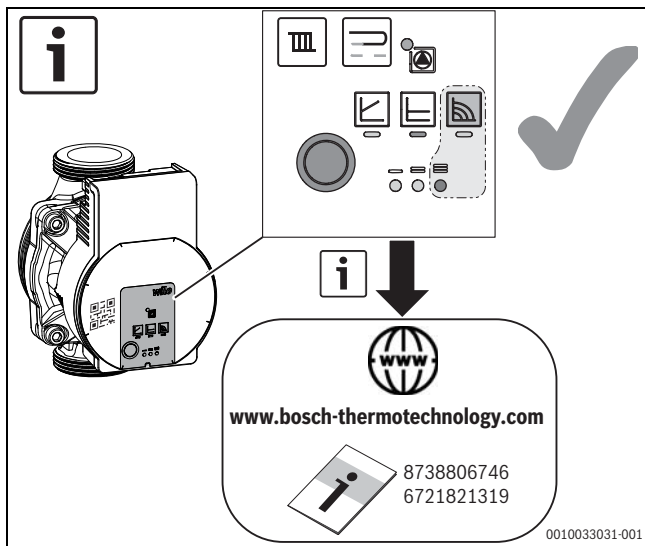

Fig. 13 Réglage de la pompe (exemple)
- ▶ Régler la pompe sur le niveau 3 (→ fig. 13).